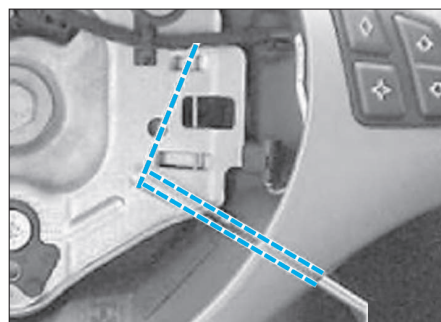

FIG. 3
- Introduire de biais un tournevis Torx (T25) dans un des orifices situés de part et d'autre du volant sur 15 mm, après avoir percé l'opercule (Fig.3).